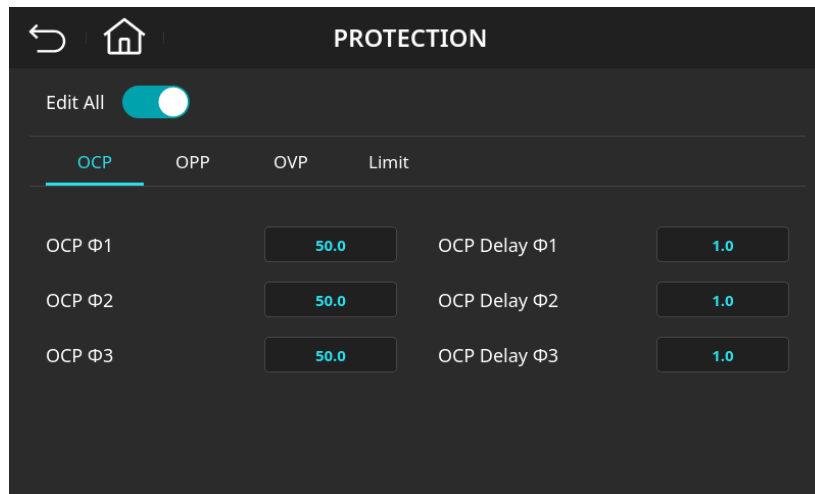

图 4-54 输出过电流保护页面(OCP Φ1/ Φ2/ Φ3 =50.0 A, OCP Delay Φ1/ Φ2/ Φ3 =1.0 s)
6. 输入 [1] 后按下  键，数值变更成“1.0”，如图 4-54 所示。